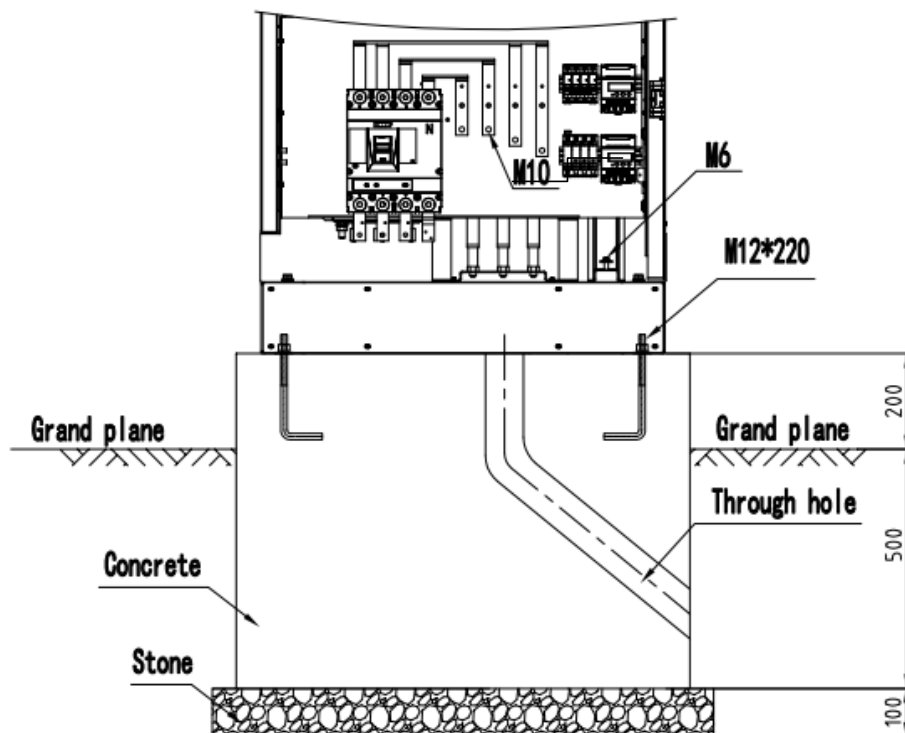

Figura 2 Plano de instalación de la fundación
1) El cargador CC serie SZ adopta la forma de instalación en tierra, la instalación debe ser fiable y firme, el plano de fundación recomendado se muestra en la Figura 2: